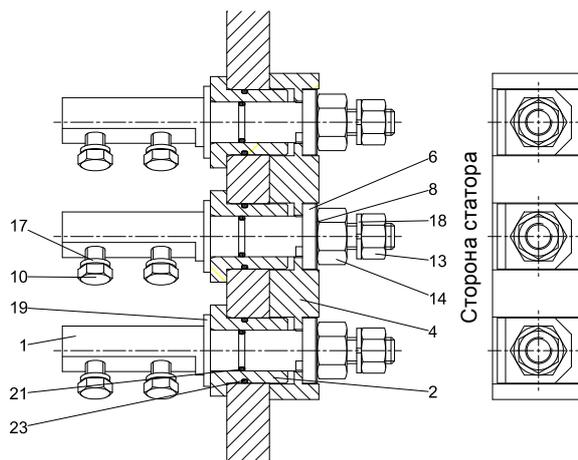

Рис. 8 Клеммная колодка для насосов, изготовленных в 1997 году и позднее, типоразмеры 74 и 78
1. Отсоедините кабели от стороны кабеля, удалив гайки (10) и пружинные шайбы (17). См. рис. 8.
2. Отсоедините кабели со стороны статора, удалив гайки (13) и пружинные шайбы (18).
3. Ослабьте фиксаторы гаек (14), согнув выступы фиксирующих пластин (8).
4. Открепить гайки (14).
5. Удалить стопорные пластины (8) и шайбы (6).
6. Удалить медные шпильки (1), шайбы (19) и втулки (2) вместе с кольцевыми уплотнениями (21 и 23).